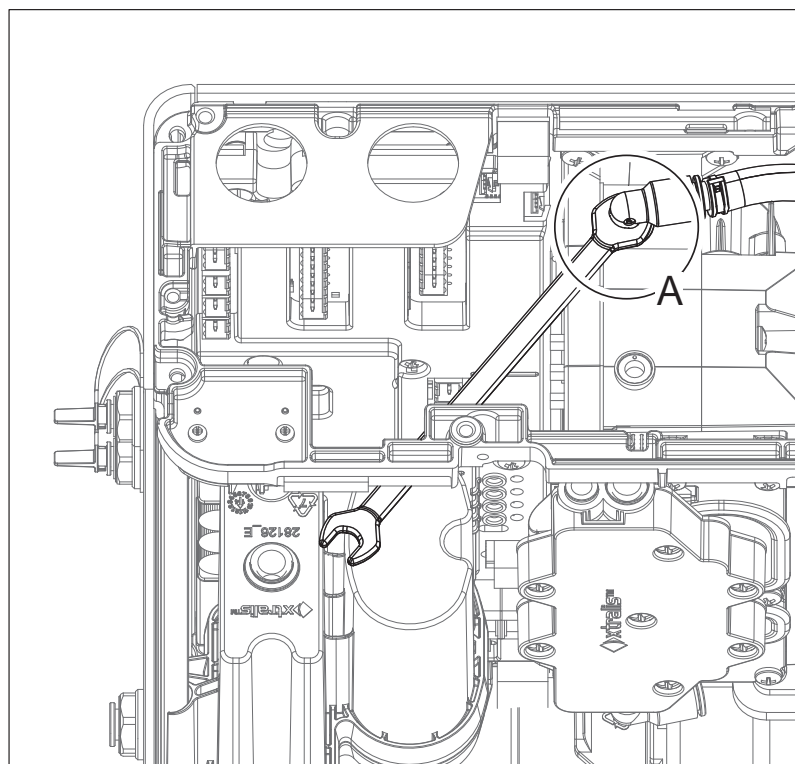

Рис. 7-30: Отсоединение трубки
8. Отсоедините трубку (A) от модуля дымового датчика (Рис. 7-30).